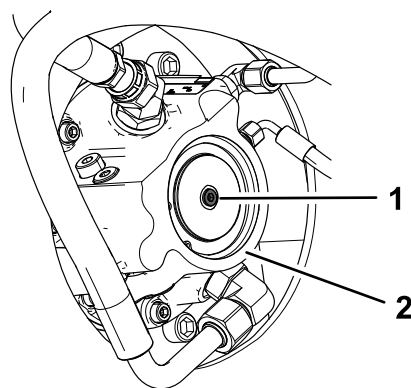

Рисунок 30
3. В каждом бортовом гидромоторе удалите заглушку и заверните вместо нее винт (M8–1,25 x 40 мм) с шайбой (M8 x 16 мм) (Рисунок 30). Затяните крепежные детали от руки.